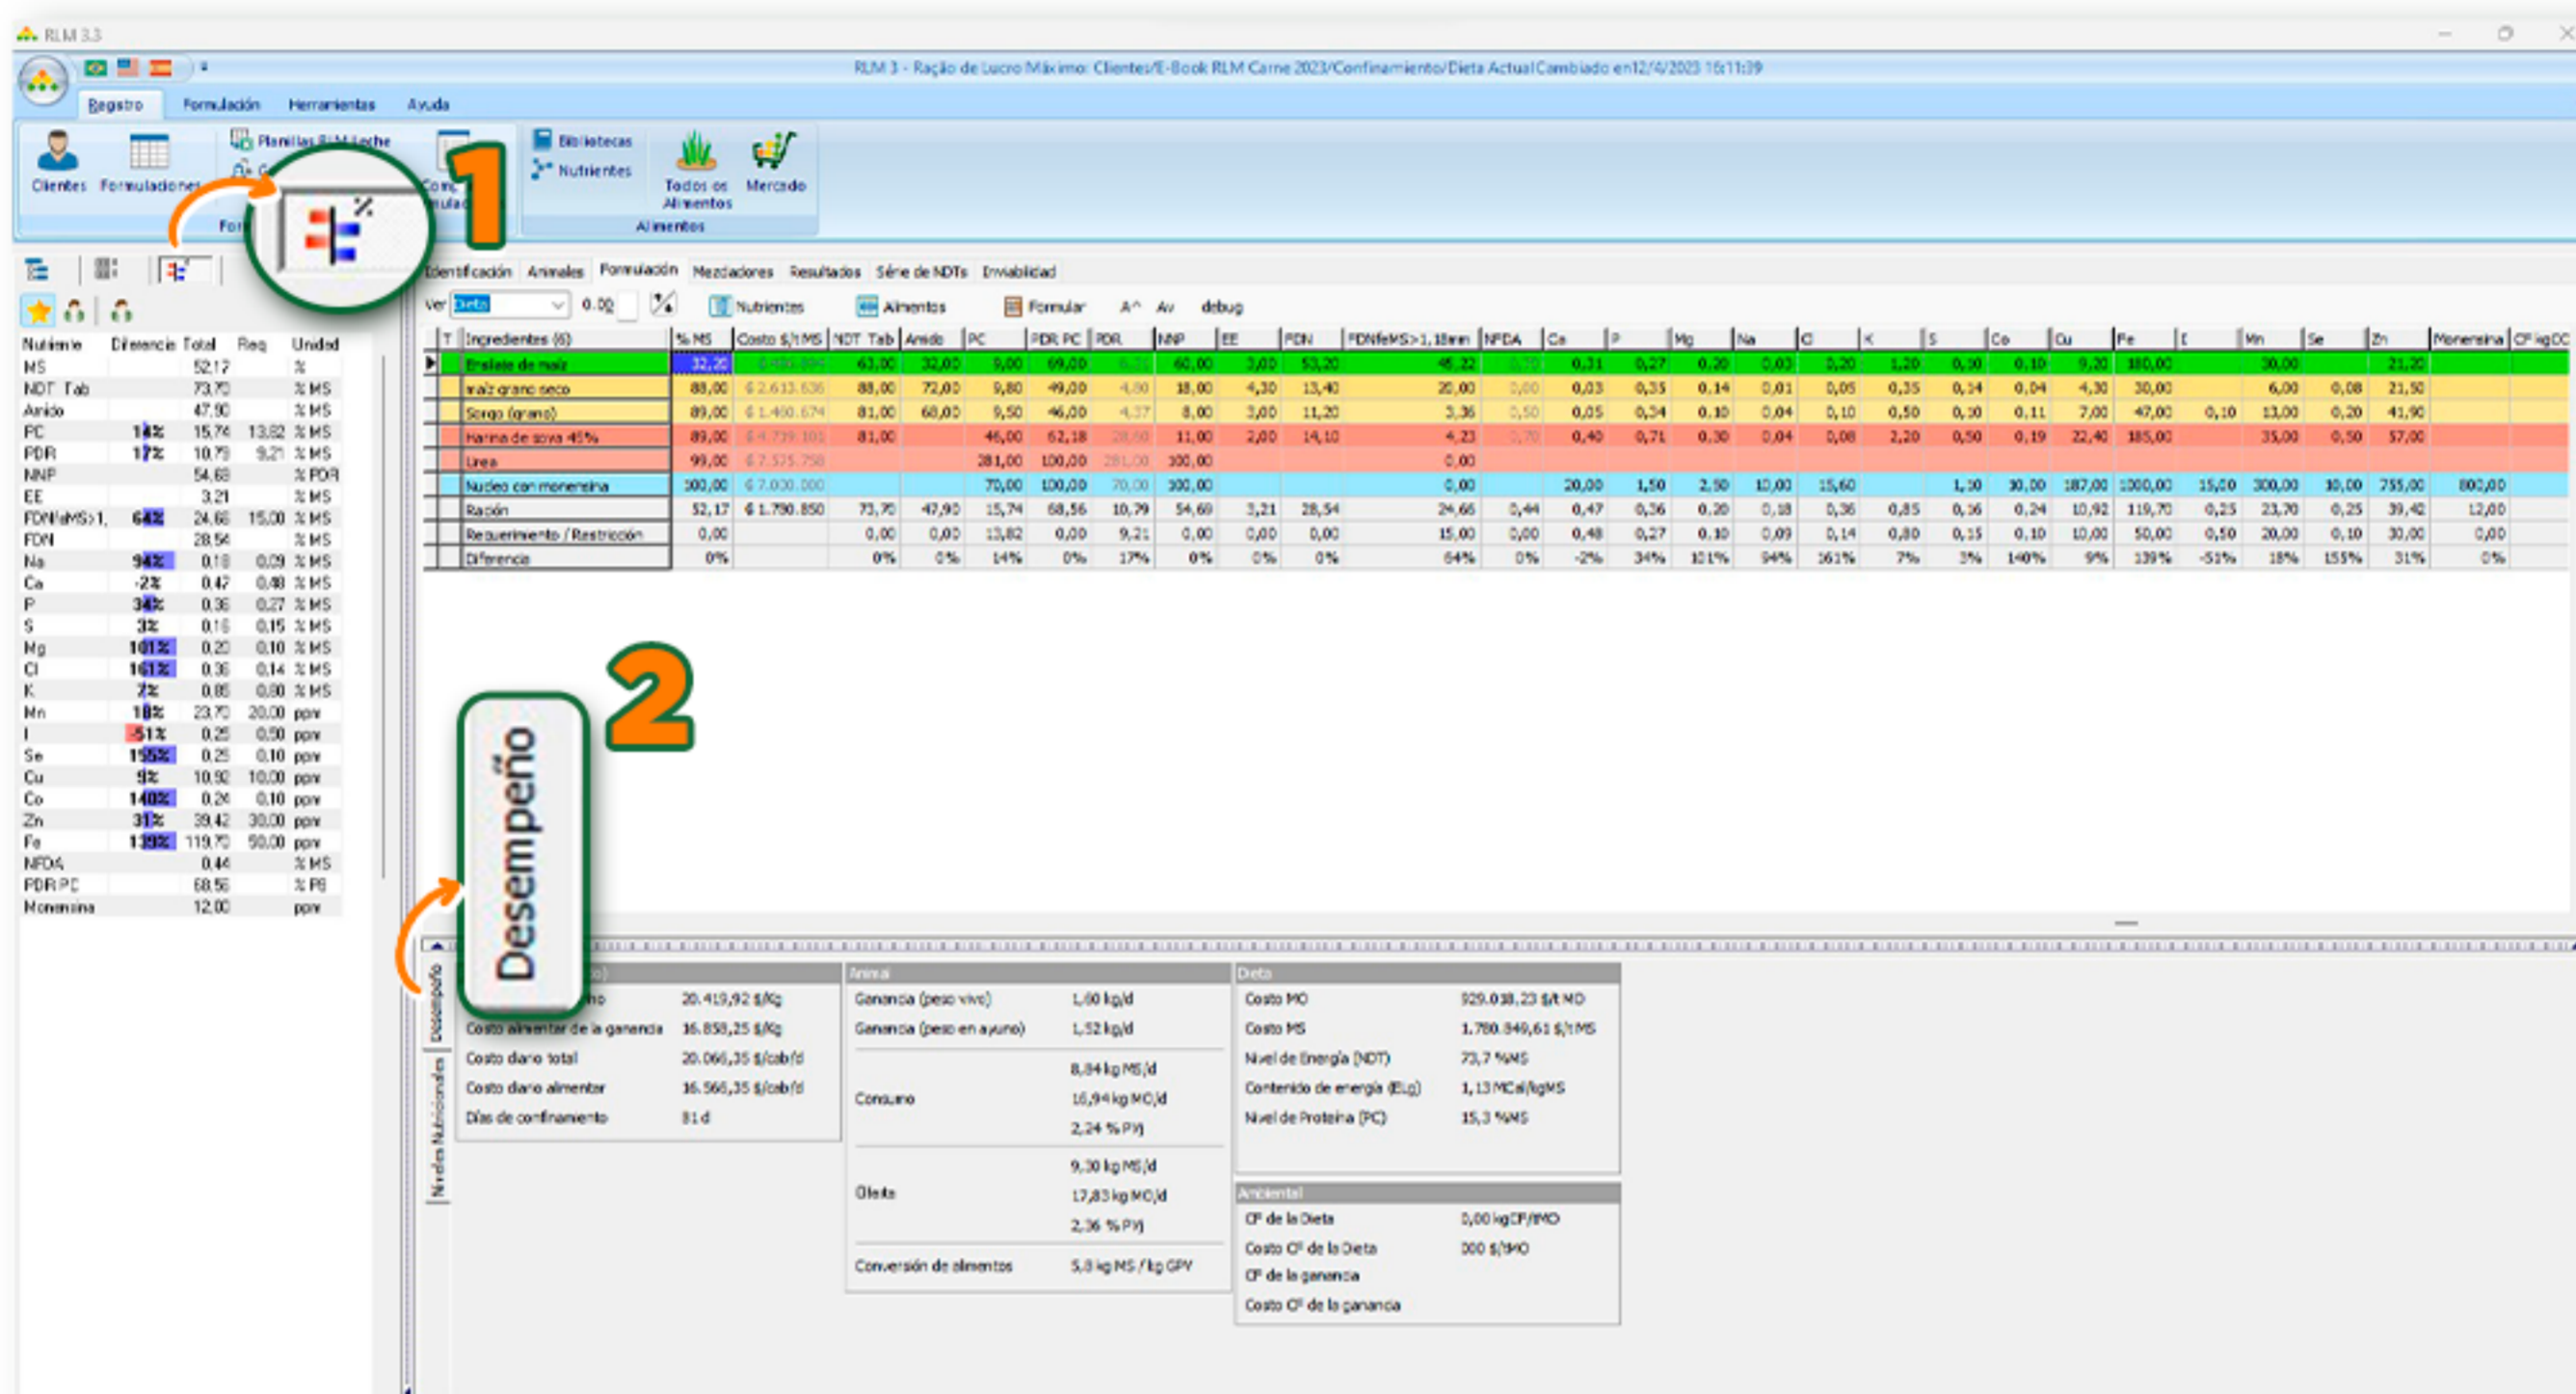

FIGURA 1.14 - NIVELES NUTRICIONALES (1) Y RENDIMIENTO ANIMAL (2)
Inicialmente, podemos hacer una evaluación rápida de la formulación haciendo clic en el botón “Niveles nutricionales” (1) (Figura 1.14). Para cada nutriente se enumeran los niveles totales en la dieta, los requerimientos del animal y la diferencia entre ambos. En la pestaña “Desempeño” (2) es posible consultar las estimaciones de rendimiento económico, animal y dietético.
Por default, RLM establece la optimización en "Lucro máximo". Después de la optimización, evalúe la dieta y considere su percepción como nutricionista. Para facilitar la evaluación de la dieta, utilice la estrategia que se muestra en la figura 1.14 de la primera sección.